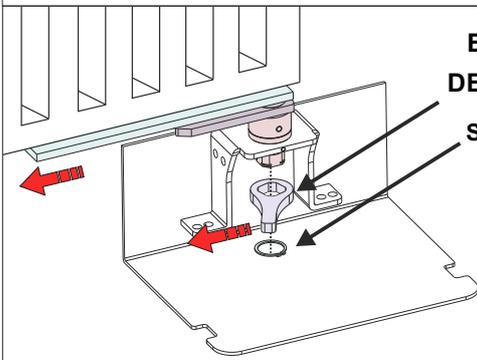

Fig. 37
**9.1.** Insérez l'étrier de butée dans la tige, en faisant attention à l'insérer dans la même direction dans laquelle l'étrier support du vantail est orientée, puis verrouillez-la avec le seeger (Fig. 37 - 38)